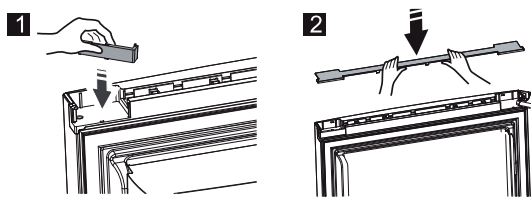

Fig. 17
17. Fig. 17 Otočte krytku horního rohu dveří o 180° a umístěte jí do pravého horního